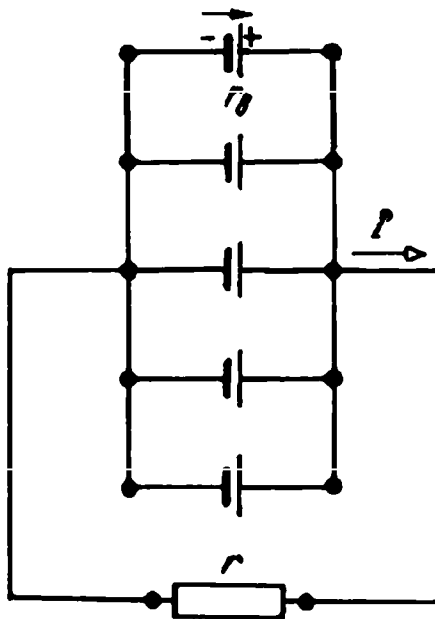

Рис. 1.36. Схема к заданию 2
*Задание 2:* найти ток в цепи (рис. 1.36), если известно, что ЭДС каждого гальванического элемента  $E = 1,45$  В, а его внутреннее сопротивление  $r_1 = 1$  Ом, а внешнее сопротивление  $r = 4,8$  Ом.